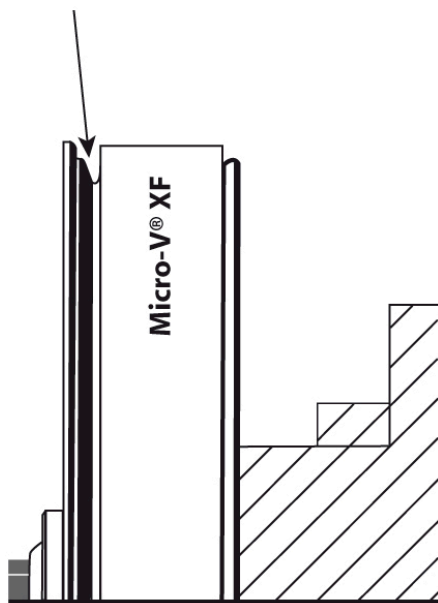

Рис. 1
- помпа гидроусилителя приводится ремнем: ремень должен быть на внутренней части ролика ближе к блоку двигателя (Рис. 1);